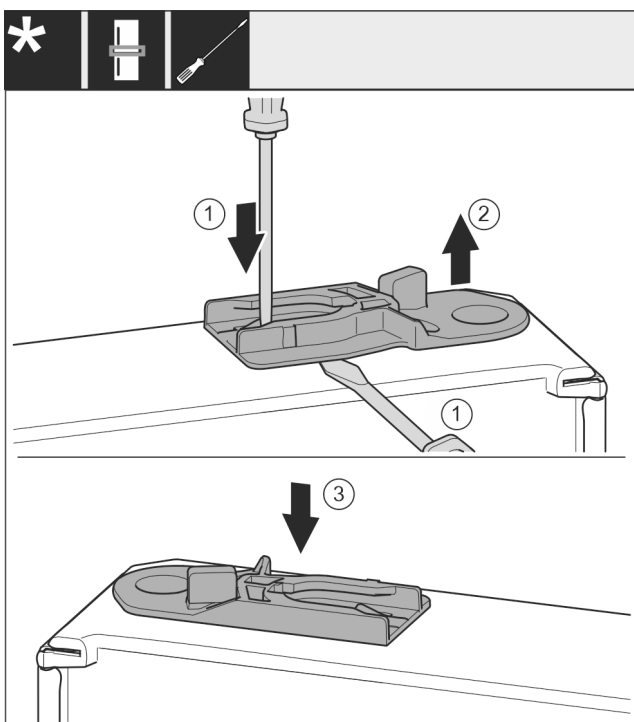

Fig. 38
- ▶ Извлеките направляющее гнездо: Нажмите на накладку шлицевой отверткой и одновременно переместите ее при помощи шлицевой отвертки под направляющее гнездо. Fig. 38 (1, 2)
- ▶ Входящее в комплект поставки направляющее гнездо вставьте на другой стороне корпуса. Fig. 38 (3)